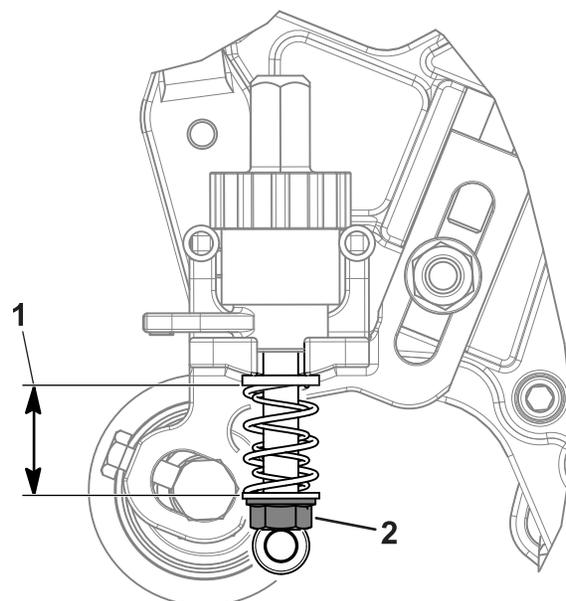

**Figura 15**
- Introduzca y centre el eje del rodillo entre los soportes de ajuste de la altura de corte (ADC) y sujételo con 2 tornillos de montaje (Figura 14 o Figura 15).
Puede instalar los tornillos de montaje en la parte delantera (como se muestra en la Figura 14) o en el lado trasero (Figura 15) de los soportes de ajuste de la altura de corte. La instalación de los tornillos en el lado delantero permitirá que el groomer se separe del rodillo; su instalación en el lado trasero permitirá que el groomer se entrelace con el rodillo.